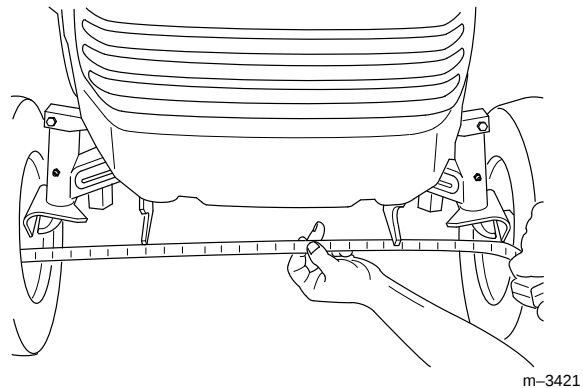

Abbildung 40
Die Beibehaltung der richtigen Vorspur am Vorderrad ist wichtig für die Sicherheit, die Funktion der Smart Turn™-Lenkung und die einfache Bedienung. Wenn es zu ungleichmäßigem Reifenverschleiß, Reibung auf dem Rasen oder schwergängiger Lenkung kommt, kann eine Einstellung erforderlich sein. Die Vorspur alle 100 Betriebsstunden bzw. einmal pro Jahr kontrollieren, je nachdem, welcher Fall zuerst eintritt (Abb. 40).
4. Den Abstand zwischen den beiden Vorderreifen in Achsapfenhöhe messen (vorne und hinten an den Rädern) (Abb. 40).